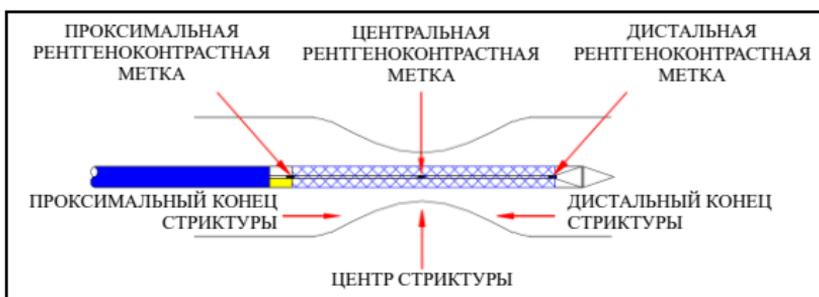

Рис. 4
- Когда центральная рентгеноконтрастная метка достигнет центра стриктуры, продолжайте оттягивать Y-образный соединитель назад, пока стент не будет полностью установлен (см. рис. 4, 5).